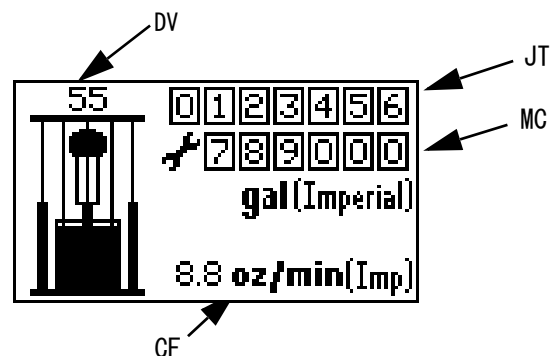

図 19: 運転モード画面
3. スプラッシュ画面 (図 18) が点滅し、進行状況バーが左から右に伸びます。その後直接、運転モード (図 19) に切り替わります。
2. プライムモード中では、作業合計カウンタ (JT) は空白で、カウントされません。ただし、メンテナンスカウンタ (MC) は、減少し続けます。
3. 新しいドラムを取り付けたときには、プライムモードで  を押し、ドラム残量 (DV) がドラム充填容量 (DF) にリセットされるまで押し続けます。
4. プライムモードを終了するには、 を押します。プライムのシンボルは消えて、LED が点滅を停止し、画面は運転モードに戻ります (図 19)。
セットアップ画面に切り替わってから 1 分以内にキーが押さなかった場合には、システムは運転モード (図 19) に戻ります。
- a.  を押して離し、運転モードから自己診断モードに入ります (図 19)。